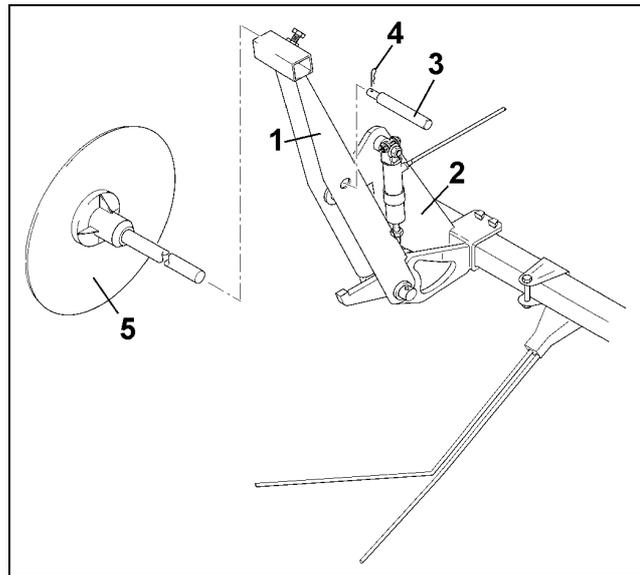

Fig. 38
Avant les déplacements sur la voie publique, brochez avec des axes (Fig. 38/3) les supports de disques traceurs (Fig. 38/1) sur les supports d'attelage (Fig. 38/2) et goupillez en sécurité (Fig. 38/4). Les supports de disques traceurs sont alors complètement relevés et sont, avec les disques traceurs, parallèles au dessus des recouvreurs FlexiDoigts. Si la machine doit se déplacer sur la voie publique, il faut enlever les disques traceurs (Fig. 38/5).
**Avant les déplacements sur la voie publique, enlevez les traceurs (Fig. 38/5) de leur support (Fig. 38/1)**